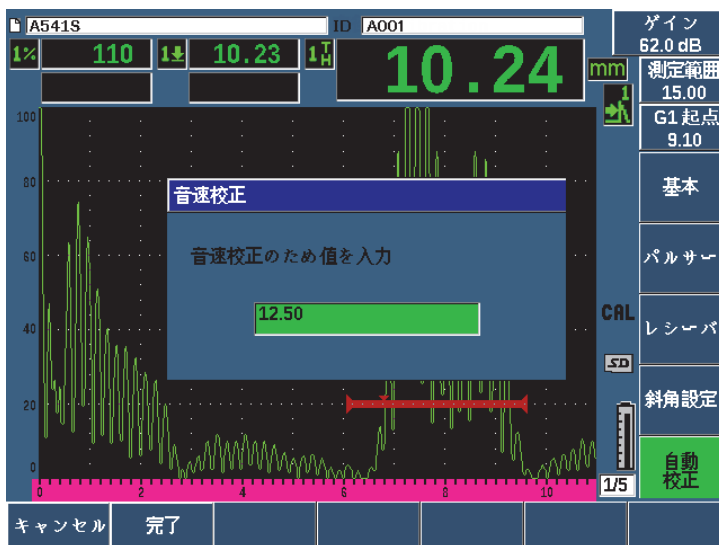

図 9-13 音速校正厚さ値の入力
15. ゲートをクロスするエコーのすでに分っている厚さになるよう調整します（この例では、0.500 インチ）。そして**完了**を選択し、校正手順を完了します（174 ページの図 9-13 参照）。